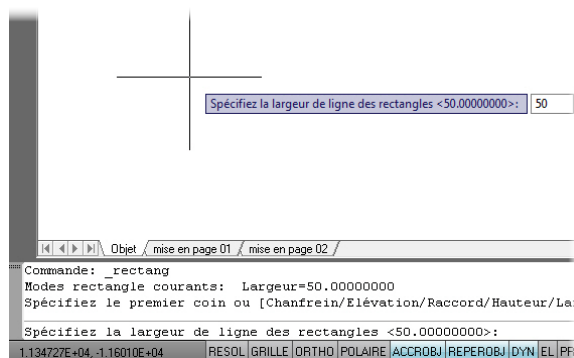

Figure 3.39
3. Entrez la valeur **50** (voir Figure 3.39).